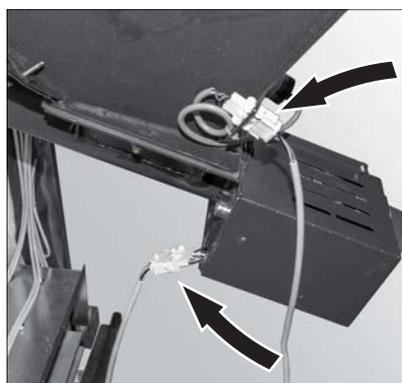

Fig. 43 Inserire o collegare entrambe le spine
- ▶ Inserire o collegare la spina del motore coclea di alimentazione e l'interruttore di prossimità – Fig. 43.